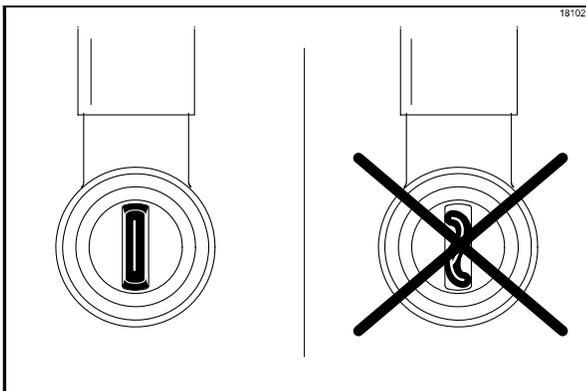

図71
18. ダックビルバルブがシロップのノーズフィッティングの内部に正しく取り付けられていることを確認します。ダックビルバルブの先端部が**平坦(ねじれがない)でない**と、シロップのもれが起こる可能性があります(図71を参照)。